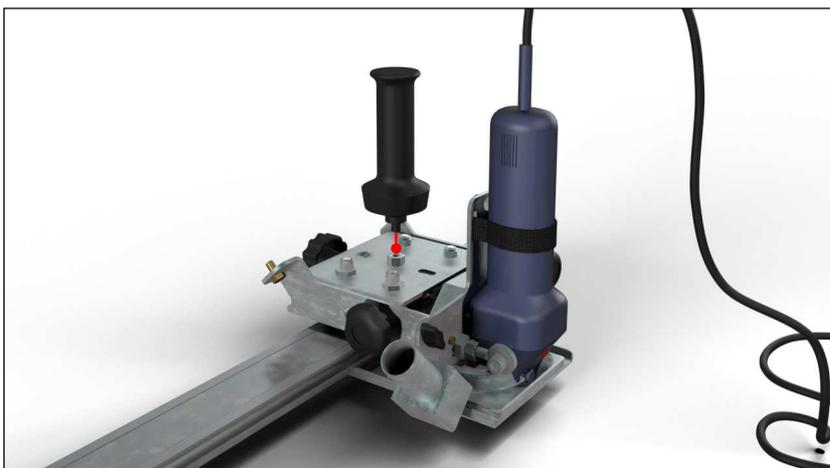

Abb. 6.4.10 Sperrdrehknopf der Millimetereinstellung
- Die Millimeterregulierung festlegen und die gewünschte Position mit dem Drehknopf sperren (siehe Abbildung 6.4.10).